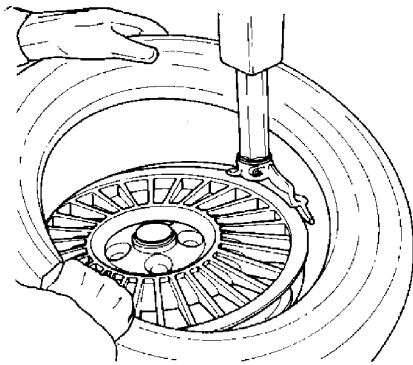

Fig. 4.2-3
B. Bloquear la llanta en el autocentrador y hacerlo girar hasta que la válvula se encuentre a las 2. Apoyar el neumático en la llanta. Haga oscilar el brazo de montaje y desmontaje para que el cabezal de montaje y desmontaje quede en la posición de trabajo. (Fig. 4.2-3) Coloque el talón interior en la parte superior del cabezal de montaje y desmontaje y DEBAJO del dedo de montaje del cabezal de montaje y desmontaje (Fig. 4.2-3). Haga girar la rueda a la derecha (pedal derecho abajo) al mismo tiempo que empuja el talón en el canal en posición diametralmente opuesta al cabezal de montaje y desmontaje.